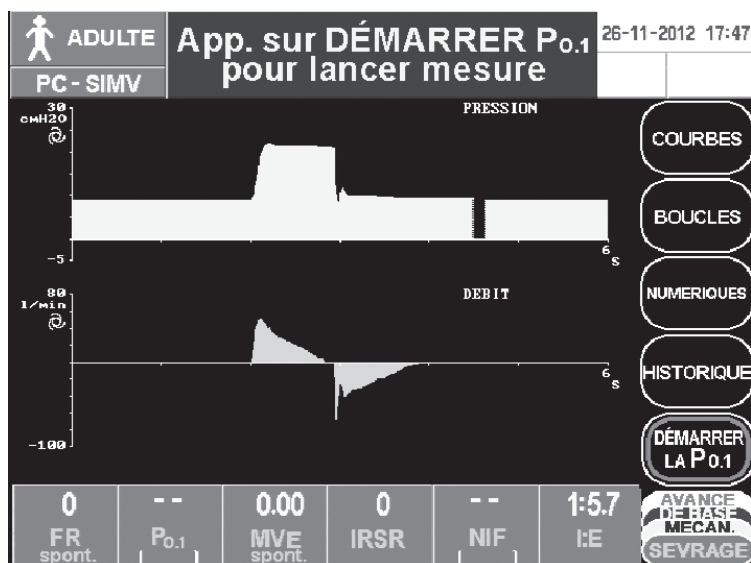

Figure 4-4. Écran principal indiquant l'emplacement de la touche DÉMARRER P0.1
4. Appuyez sur *DÉMARRER P0.1* pour lancer la mesure. (Figure 4-4) Le résultat de la mesure sera affiché après la détection du premier déclenchement par le patient.